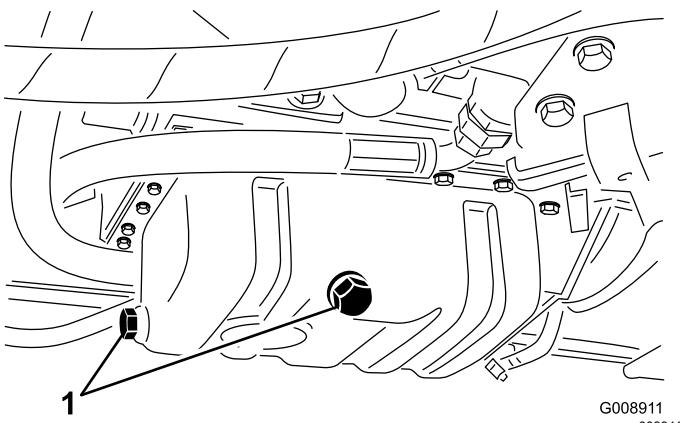

Figura 63
3. Retire cualquiera de los tapones de vaciado (Figura 63) y deje fluir el aceite a un recipiente de vaciado; cuando todo el aceite se haya drenado, instale el tap n de vaciado.